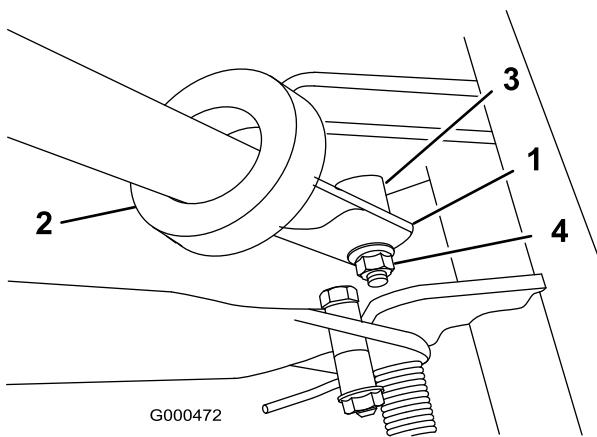

図 8
2. ハンドル・サポート・アームの溝にハンドルを差し込む（図 8）。
3. 左右のハンドル端を内側に押し縮めるようにして、ピボット・ピンの段部に取り付ける（図 8）。
4. フランジ・ロックナットを使って、ハンドルをキャップスクリュとピボット・ピンに固定する（図 8）。